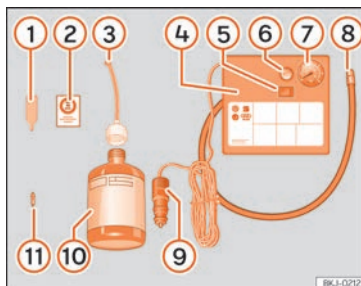

Fig. 39 Representación estándar: contenido del kit antipinchazos.
»» fig. 39:
- Desenrosque la caperuzas y el obús de la válvula del neumático. Utilice el aparato »» fig. 39 ① para extraer el obús. Colóquelo en una superficie limpia.
- Agite con fuerza la botella de sellante de neumáticos »» fig. 39 ⑩.
- Enrosque el tubo de inflado »» fig. 39 ③ en la botella de sellante. El precinto de la botella se romperá automáticamente. »»
- Retire el tapón del tubo de llenado »» fig. 39 ③ y enrosque el extremo abierto del tubo en la válvula del neumático.
- Vuelva a colocar el obús con el aparato »» fig. 39 ① en la válvula del neumático.
- Enrosque el tubo de inflado del neumático del compresor »» fig. 39 ⑧ en la válvula del neumático.
- Compruebe que el tornillo de evacuación de aire está cerrado »» fig. 39 ⑥.
- Acople el conector »» fig. 39 ⑨ a toma de corriente de 12 voltios del vehículo »» pág. 168.
- Conecte el compresor de aire con conmutador ON/OFF »» fig. 39 ⑤.
- Pegue el adhesivo »» fig. 39 ② en el cuadro de instrumentos, dentro del campo visual del conductor.
Vuelva a enroskar el tubo de inflado »» fig. 39 ⑤ y compruebe la presión en el manómetro ⑥.